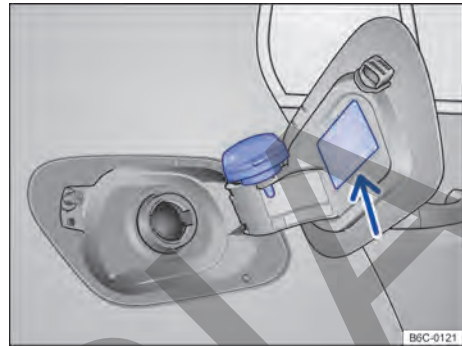

Fig. 155 Portezuela del depósito de combustible abierta con el tapón de cierre del depósito de combustible colgado.
- Retirar la tapa del depósito girándola en sentido antihorario y encajarla en el soporte de la portezuela del depósito → **fig. 155**.